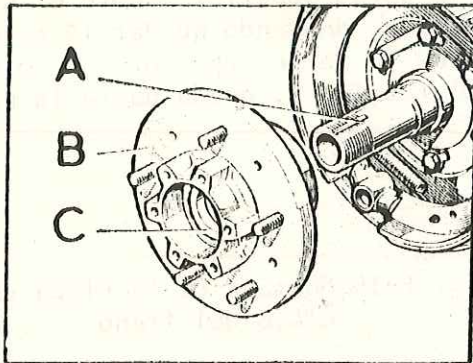

Fig. F-11 Desmontaje del conjunto del buje delantero y cojinete
1.9. Conservando el cojinete de rodillos exterior en su sitio, se extraerán el conjunto del buje, B (Fig. F-11) y cojinete, C.